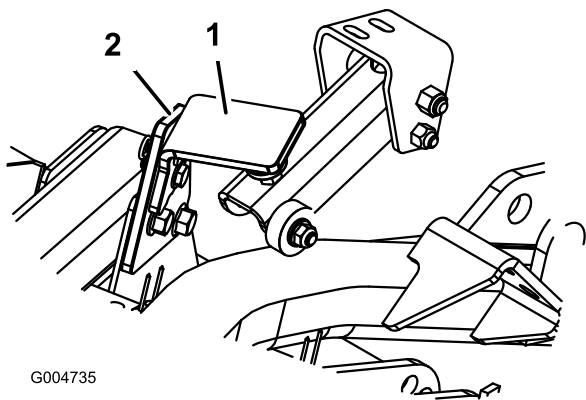

Figura 83
2. Togliete la coppia ed il perno con testa che fissano il fermo di trasferimento dell'apparato di taglio al piastrino del fermo (Figura 83). Girate il fermo verso il retro dell'apparato di taglio.